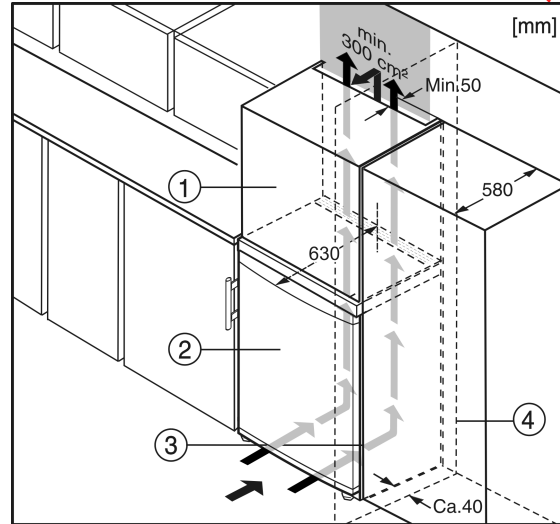

Fig. 5
- (1) Aufsatzschrank
- (2) Gerät
- (3) Küchenschrank
- (4) Wand
Das Gerät kann mit der Kücheneinrichtung umbaut werden. Um das Gerät Fig. 5 (2) der Küchenzeilenhöhe anzugleichen, kann über dem Gerät ein entsprechender Aufsatzschrank Fig. 5 (1) angebracht werden.
Beim Umbau mit Küchenschränken (Tiefe max. 580 mm) kann das Gerät direkt neben dem Küchenschrank Fig. 5 (3) aufgestellt werden. Die Gerätetür steht seitlich 34 mm und in der Gerätemitte 50 mm gegenüber der Küchenschrankfront vor. Sie lässt sich dadurch einwandfrei öffnen und schließen.
Wenn das Gerät mit den Scharnieren neben einer Wand Fig. 5 (4) aufgestellt wird, muss der Abstand zwischen Gerät und Wand mindestens 40 mm betragen. Dies entspricht dem Griffüberstand bei geöffneter Tür.